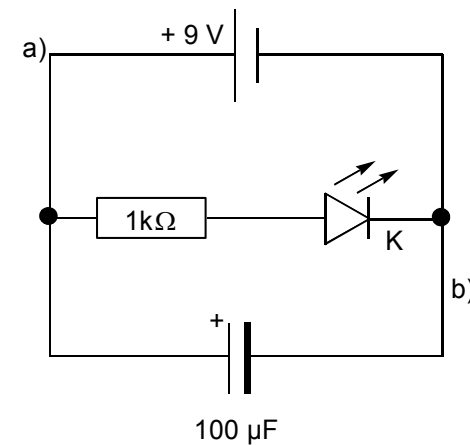

Abbildung 9: Schaltung mit LED und parallel geschaltetem Kondensator.
Beim Einbau der Elkos ist zu beachten, dass sie nicht einfach beliebig in die Schaltung eingebaut werden können. Ähnlich wie bei der LED gibt es einen Pluspol, der korrekt an die Batterie angeschlossen werden muss. In den Schaltskizzen und auf den Bauteilen ist dies durch ein entsprechendes Zeichen angegeben. Baue die Schaltung gemäß der Skizze (Abbildung 9) auf. Unser Elko hat 100 Mikro-Farad. Achte besonders auf den korrekten Einbau. Als Vorwiderstand für die LED, mit dessen Aufgabe du ja nun bestens vertraut bist, wählen wir einen 1 Kilo-Ohm Widerstand. Wenn du alles korrekt gemacht hast sollte die LED hell leuchten.
- C1 Zeichne die Schaltskizze (Abbildung 9) in deinen Ordner und erkläre anschließend deine Beobachtungen zusammenfassend.